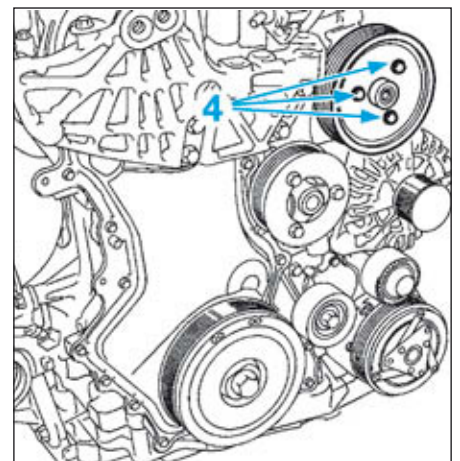

FIG.20
- Desserrer la canalisation haute pression (3) d'assistance de direction.
- Déposer les vis (4), puis la poulie de la pompe de direction assistée (Fig.20).